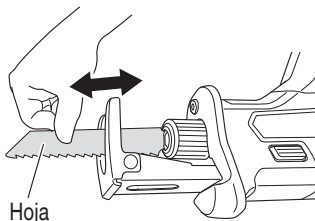

Fig. 9
- (3) Con la mano, tire de la hoja de sierra hacia atr3s dos o tres veces y verifique que la hoja est3 firmemente instalada. (Fig. 9)